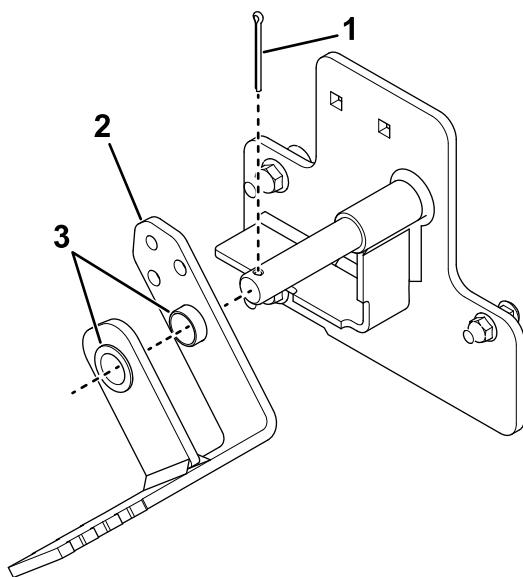

Figure 4
2. Montez le frein de stationnement sur le support gauche avec 2 douilles et fixez-le en place avec une goupille fendue, comme montré à la **Figure 4**.